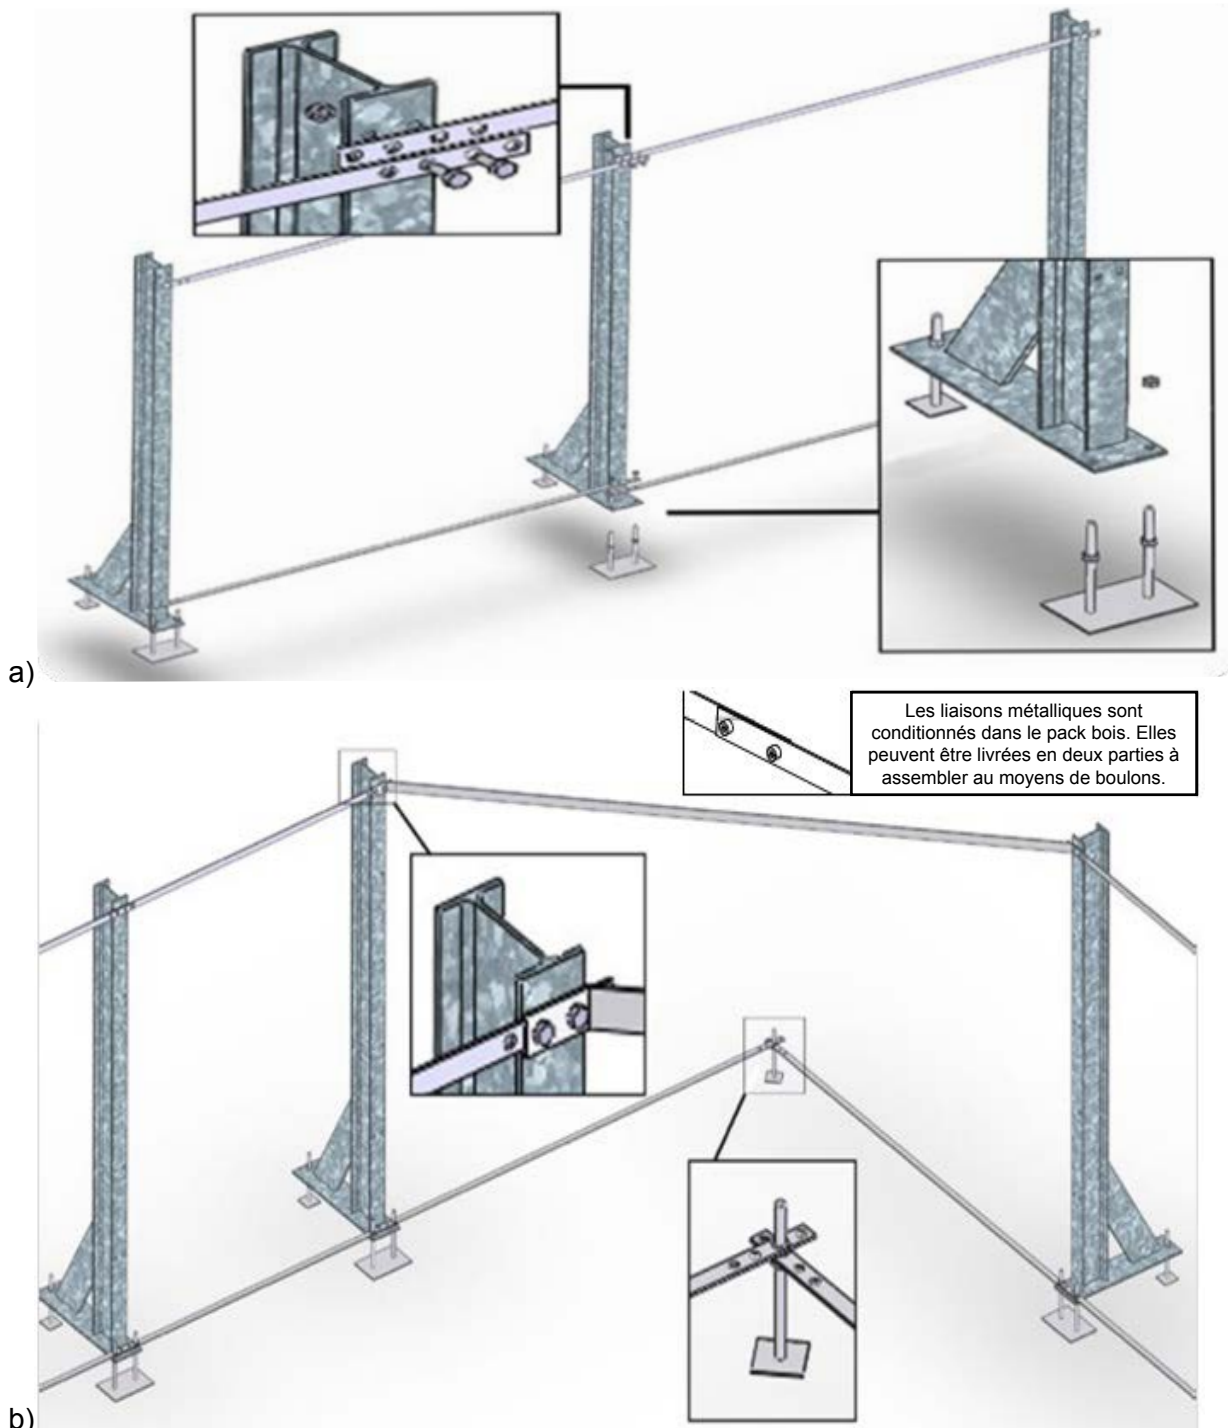

Figure 3 – a et b – Assemblage des liaisons sur les jambes de force
La structure métallique de renfort est constituée de poteaux maintenus entre eux par des plats en partie basse ainsi qu'en partie haute (Figure 3). Observez comment ces pièces se chevauchent afin de permettre le bon positionnement de la structure. Les liaisons hautes seront démontées une fois la dalle coulée.
Installez les jambes de force dans chacun de 8 emplacements, après les avoir pré-équipés de vérins (Figure 3). Utilisez 8 vérins doubles et 12 vérins simples ainsi que 56 écrous de diamètre 10 mm (sachet A), les écrous du dessus étant à monter après réglage de la hauteur des écrous du dessous.
Ces poteaux sont reliés entre eux en partie basse par 12 plats (B) de 1,6 m verrouillés en 2 points L'écart entre chaque poteau est déterminé par ces plats : il doit être de 1,5 m. En partie haute, ils sont reliés par 4 plats (B) de 1,6 m (identiques aux plats de liaison en partie basse) et par 4 plats (C) de 2,253 m dans les angles (visserie du sachet X, voir à la *Figure 3*).
Les plats possèdent à leurs extrémités quatre perçages. En partie basse, on utilisera les perçages extérieurs pour les fixer, alors qu'en partie haute on utilisera les perçages intérieurs (*Figure 3*).